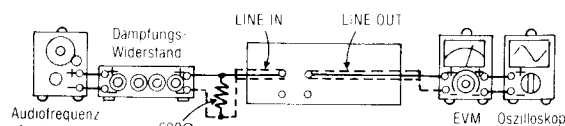

Abb. 6
1. Der Testaufbau ist in Abb. 6 gezeigt.
6. Falls sie nicht dem Standard-Wert entspricht, ist der Drehwiderstand 3 (linker Kanal) {Drehwiderstand 4 (rechter Kanal)} zu justieren, und dann sind die Schritte (2), (3) und (4) zu wiederholen, bis die Ausgangsleistung dem Standard-Wert entspricht.